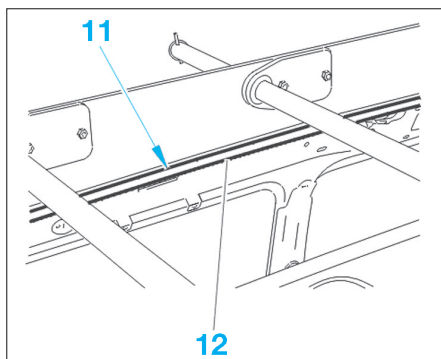

FIG. 116
⚡ Veiller à ce que le profilé de protection (11) vienne bien se positionner sur le bord du joint enjoliveur (12) sans chevaucher sur celui-ci (Fig.116).